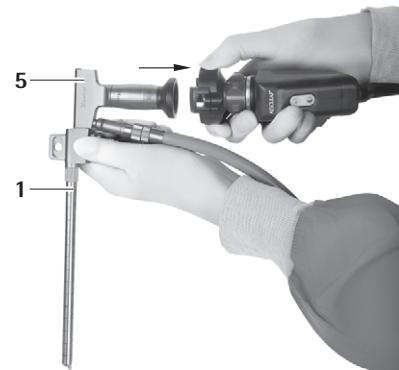
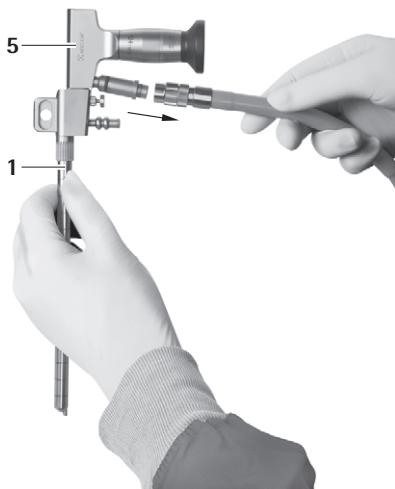

Fig. 6
Fig. 7
- Lossa kameran och ljkabeln från endoskopet 5, se Fig. 6 och se Fig. 7.